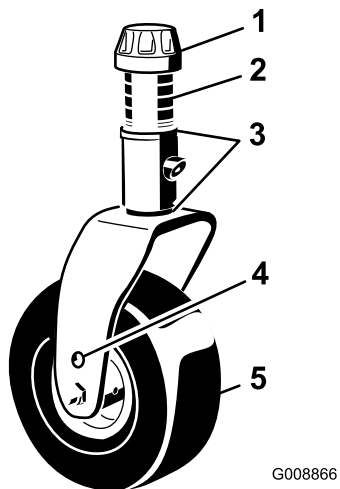
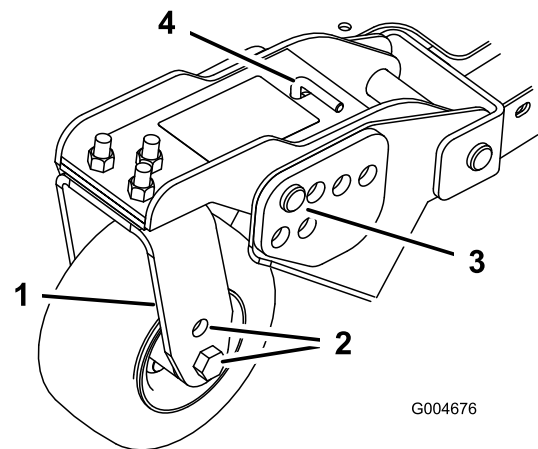
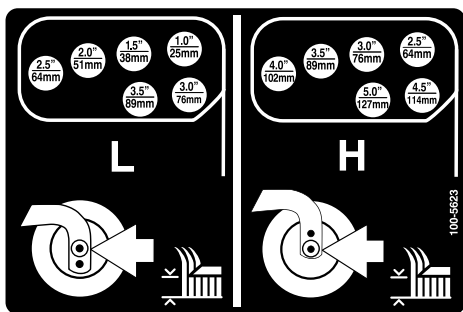

Figura 26
Figura 28
Figura 29
1. Coloque os eixos da roda giratória nos mesmos orifícios em todas as forquilhas da roda giratória (Figura 26 e Figura 28).
2. Retire a tampa de tensionamento do eixo roscado e desloque o fuso para fora do braço da roda giratória (Figura 26).
5. Retire o perno de gancho e os pinos de segurança dos braços articulados da roda giratória (Figura 28).
6. Rode a barra tensora para levantar ou descer o braço articulado, até os orifícios se encontrarem alinhados com os orifícios da altura de corte desejados, na estrutura da plataforma do cortador (Figura 28 e Figura 29).